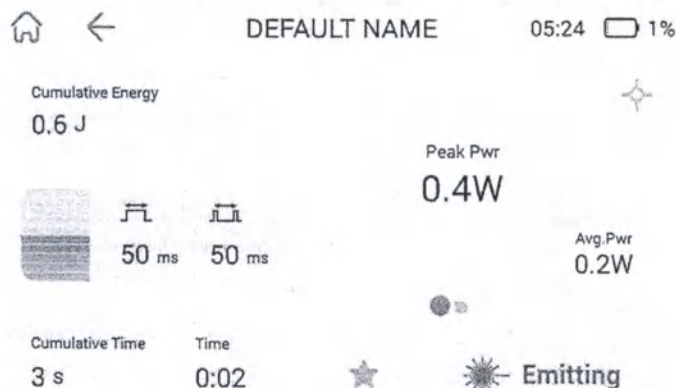

Рис.3.2 Интерфейс запуска индивидуального протокола
- 3.2 Нажмите «Standby» (Ожидание), нажмите на педальной переключатель, когда отобразится сообщение «Ready» (Готово), войдите в интерфейс запуска индивидуального протокола. (Рис. 3.2)